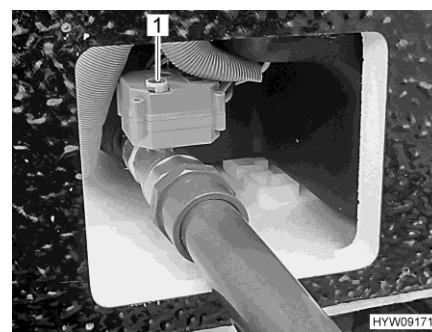

Fig. 106 Ruedecilla (grifo para la eliminación de aguas residuales)
- Para abrir el grifo para la eliminación de aguas residuales, tirar la ruedecilla (Fig. 106,1) hacia arriba y girarla en sentido contrario a las agujas del reloj hasta el tope. El sentido de giro está marcado en la ruedecilla (O para abrir, S para cerrar).
- Para cerrar el grifo para la eliminación de aguas residuales, tirar la ruedecilla (Fig. 106,1) hacia arriba y girarla en sentido de las agujas del reloj hasta el tope.